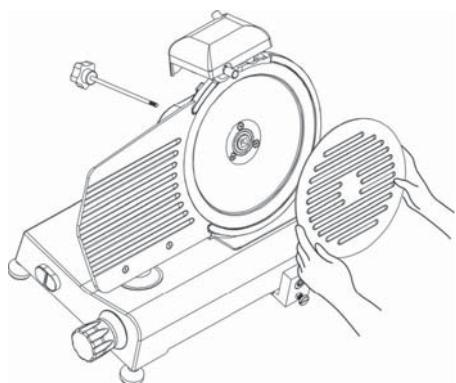

Fig. 6 – Rimozione della protezione della lama
Svitare la manopola della barra di fissaggio (1) (vedere Fig. 6), per rimuovere la protezione della lama (2).